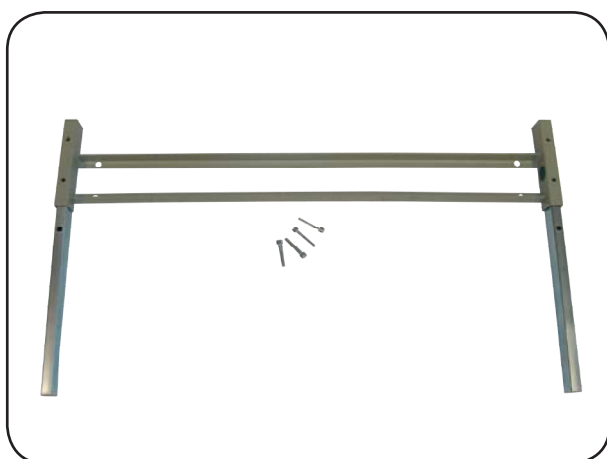

Abb. 6.6.03 – Steckinnenrohre in Bettverlängerung positioniert
2. Positionieren Sie die zwei Steckinnenrohre in der Bettverlängerung (Abbildung 6.6.03).